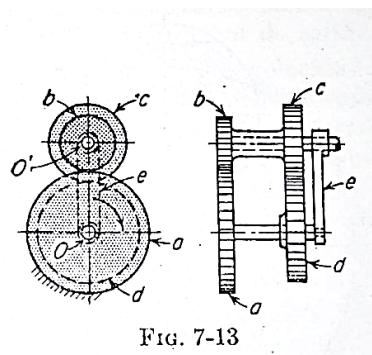

FIG. 7-13
2. Tren de engranajes planetarios compuesto. Se puede seguir el mismo procedimiento anterior si se añaden otras ruedas, como las **c** y **d** de la Fig. 7-13, formando un tren compuesto. Si **b** se hace solidaria de **c** y **d** va loca sobre el árbol de **a**, los movimientos son los que muestra la siguiente tabla. Se deduce que